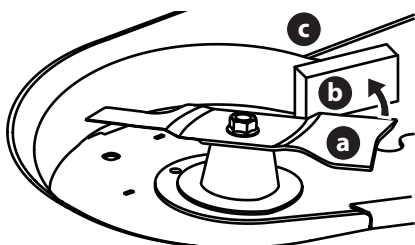

Fig. 43
- Enroulez un chiffon autour d'une extrémité de la lame (a) et saisissez-la pour l'empêcher de tourner, ou bloquez la lame (a) en plaçant un bloc de bois (b) entre la lame (a) et le carter du plateau de coupe (c) (Fig. 43).